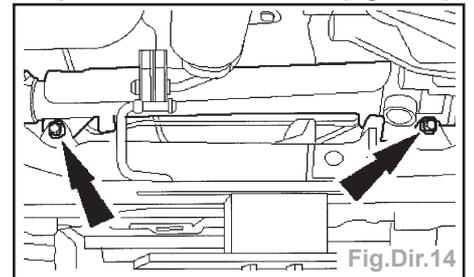

Fig.Dir.14
- Déposer le boîtier de direction (Fig.Dir.14).